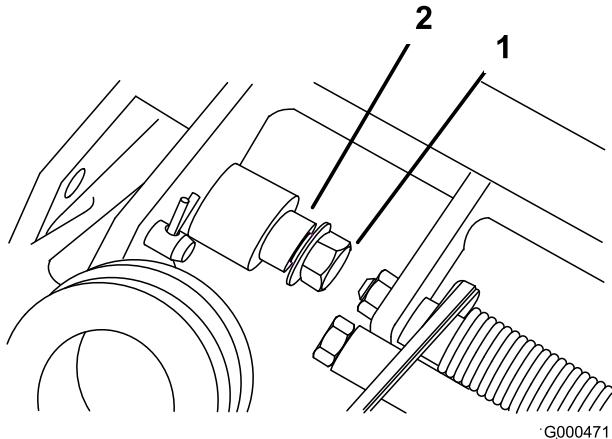

Figura 4
1. Togliete il dado di bloccaggio flangiato dal bullone e dal perno di articolazione da ciascun lato del tosaerba (Figura 4).